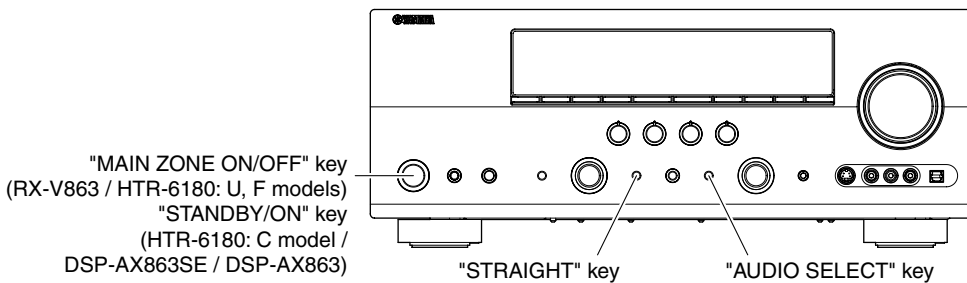

Fig. 5
2. Press the "MAIN ZONE ON/OFF" (RX-V863 / HTR-6180: U, F models) / "STANDBY/ON" (HTR-6180: C model / DSP-AX863SE) key while simultaneously pressing the "STRAIGHT" and "AUDIO SELECT" keys. (Fig. 5)
Confirm the displayed firmware version is the same as the written firmware version. (Fig. 5)
2. "STRAIGHT"キーと"AUDIO SELECT"キーを押しながら、"STANDBY/ON"キーを押し、ダイアグを起動します。(Fig. 5)
表示されたファームウェアのバージョンが書き込んだファームウェアのバージョンと同じであることを確認します。(Fig. 5)